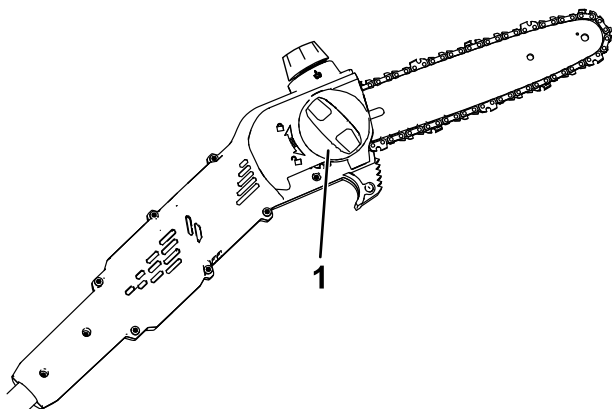
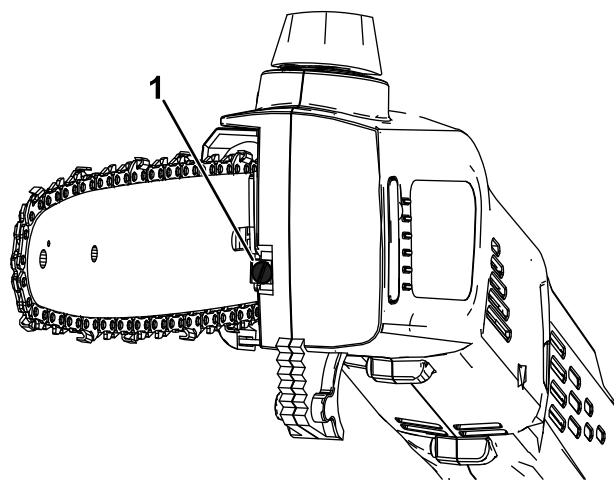

Figura 17
Figura 18
4. Ruotate la manopola del copribarra in senso antiorario per allentare il copribarra, ma non rimuovetelo (Figura 17).
5. Regolate la tensione della catena utilizzando la vite di messa in tensione della catena (Figura 18), quindi fissate il carter laterale alla elettrosegga ruotando la manopola del copribarra in senso orario prima di controllare la tensione (Figura 17).
3. Allentate la catena girando la relativa vite di messa in tensione in senso antiorario (Figura 18).